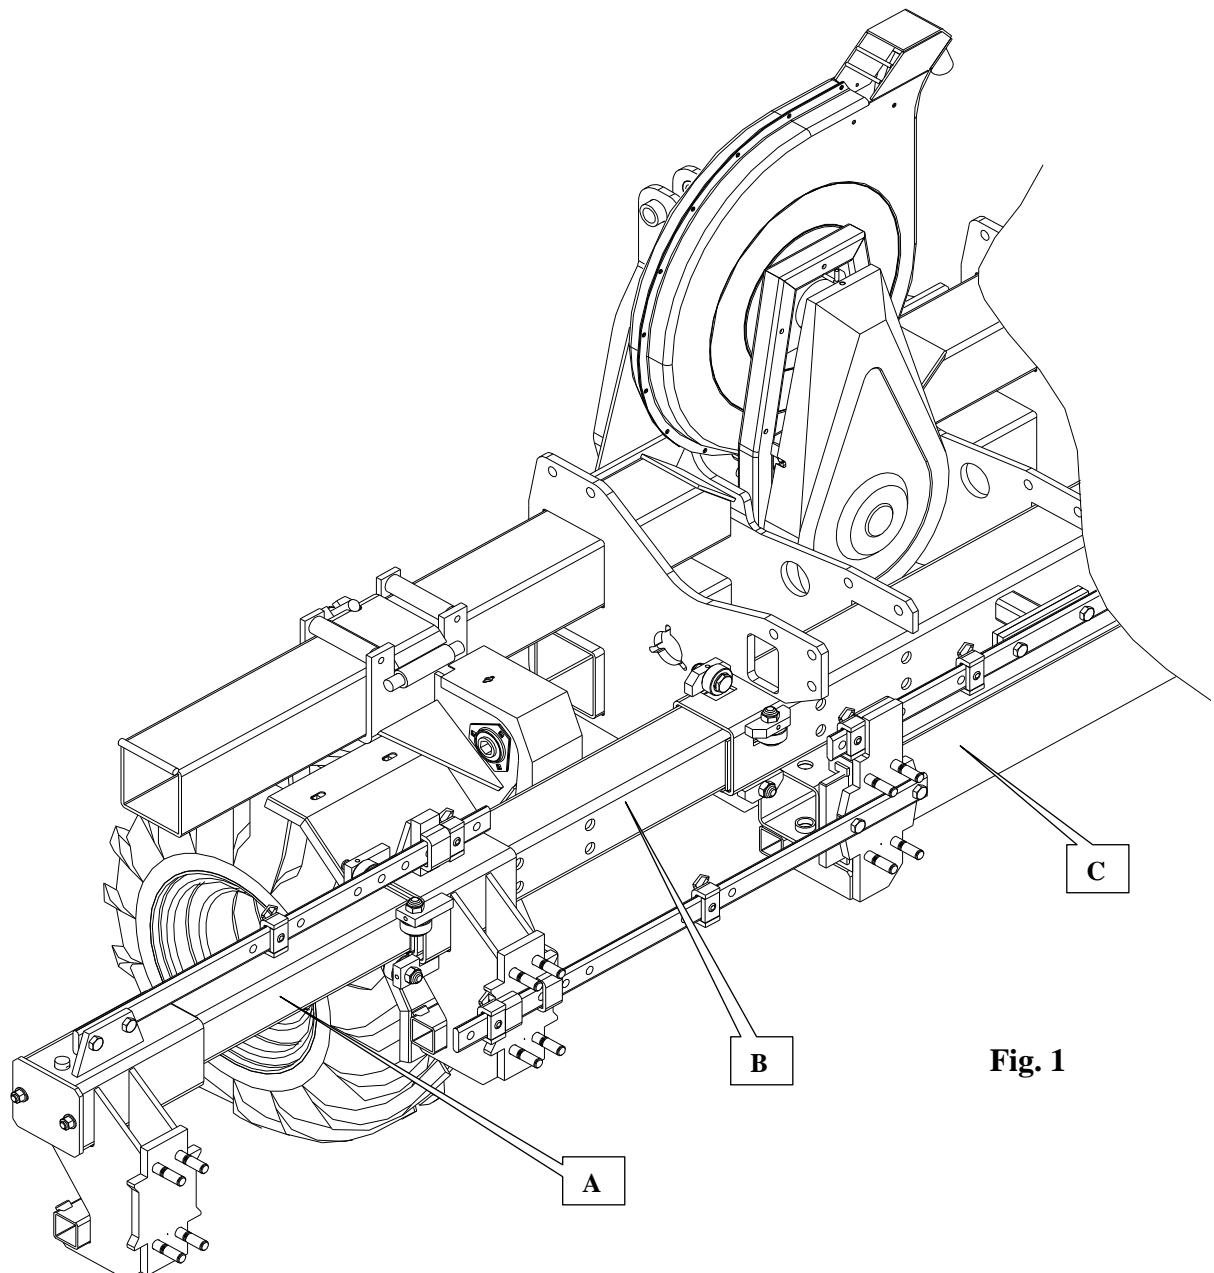
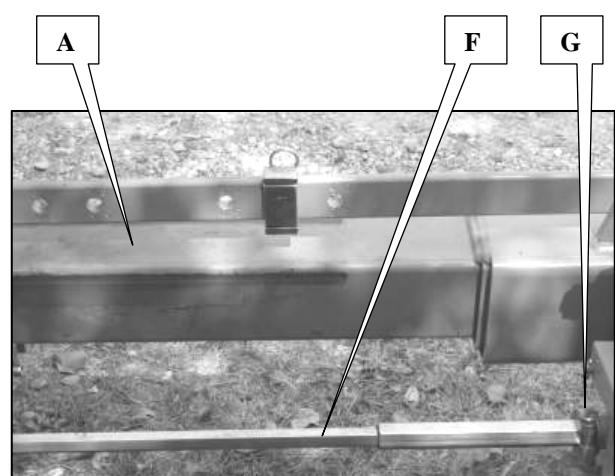

Fig. 1
Fig. 3
- 2 - Togliere il carter dalla cinghia (E fig. 3).
- 3 - Allentare le 4 viti del piano (B fig. 1) senza smontarla.
- Graisser légèrement les parties télescopiques (A et B fig. 1 et 3), les glissières des éléments n°3 et n°4 (C fig.1 et 2) et les arbres 6 pans (F fig. 3).
- Contrôler le serrage des bagues d'arbre 6 pans G (fig. 3).
-Graisser les parties télescopiques (A et B fig. 1 et 3), les glissières des éléments n°3 et n°4 (C fig.1 et 2) et les arbres 6 pans (F fig. 3). Rentrer et sortir ensuite plusieurs fois les tronçons.
- Lightly grease the telescopic sections (A et B fig. 1 and 3), the metering unit 3 and 4 runners (C fig.1 et 2) and the hexagonal shafts (F fig. 3).